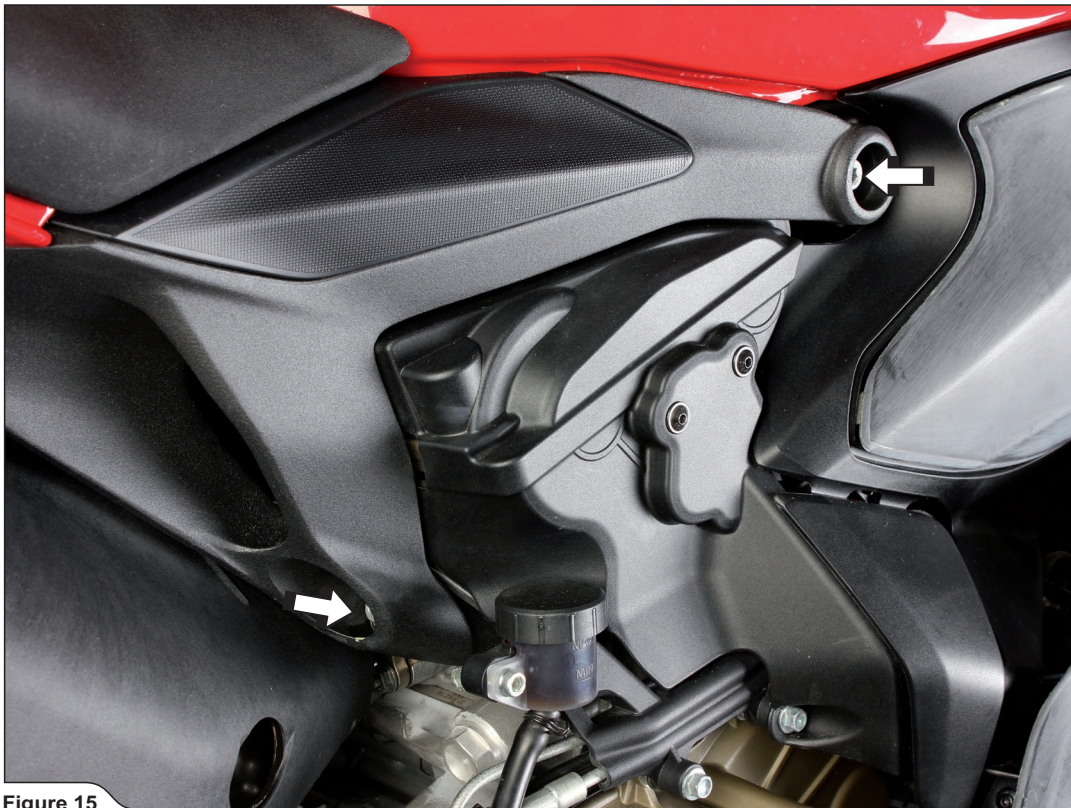

Figure 15
11. Déposer la selle du pilote et desserrer les boulons du sous-cadre indiqués sur les deux côtés du motorcycle (Figure 15).
11. Die Fahrersitzbank abnehmen, dann die angegebenen Bolzen des Heckrahmens an beiden Seiten des Motorrads lösen (Figure 15).